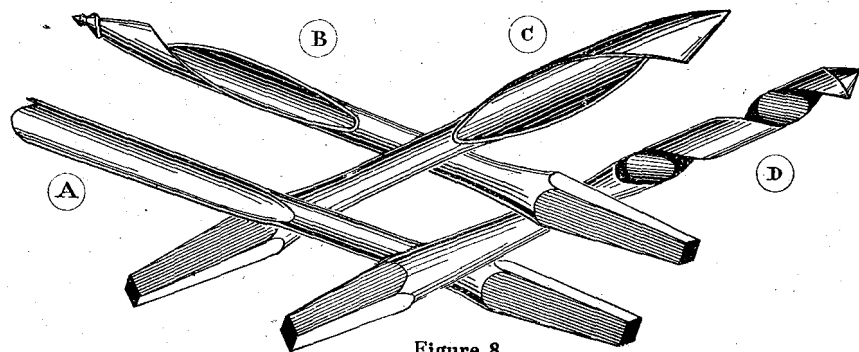

Figure 8.
A) La mèche à cùtiller (fig. 8, A), aussi appelée mèche creuse, ainsi désignée par la forme particulière donnée à la pointe ; cette mèche très employée par les ébénistes, se trouve dans le commerce, dans les diamètres suivants : 4, 6, 8, 10, 12, 14 et 16 millimètres.